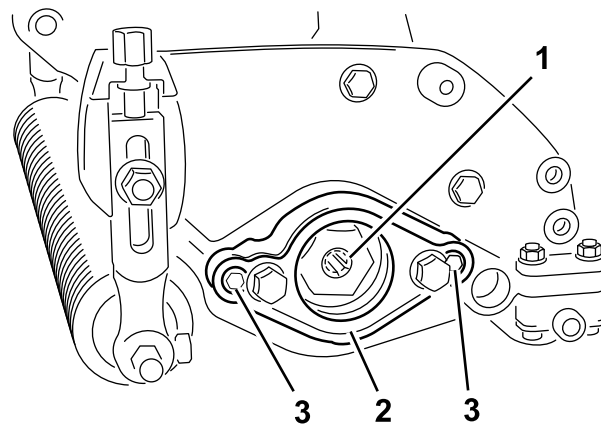

図 4
4. モータマウント取り付け部を取り外す（図 4）。
5. 駆動スプライン内側面にグリスを塗る（図 4）。